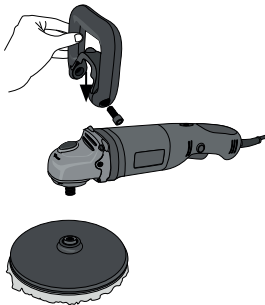

Abbildung 1
- Setzen Sie den Handgriff mit den beiden Bolzen an, benutzen Sie hierzu den Steckschlüssel (siehe Abb. 1).